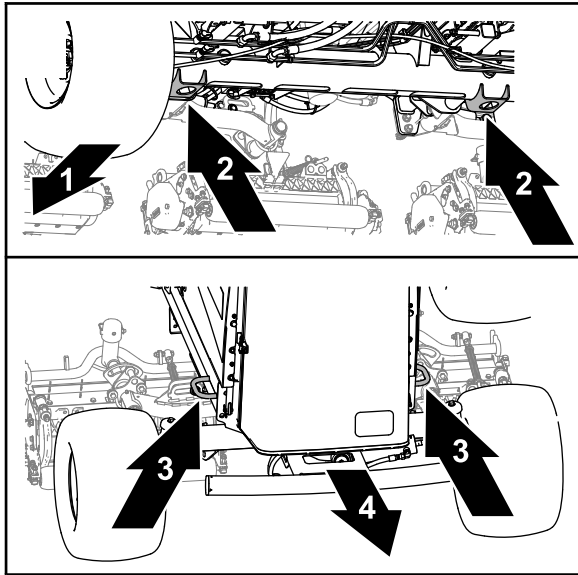

Figura 58
- Delante - el orificio de los puntos de apoyo del gato del tubo del eje delantero (Figura 58).